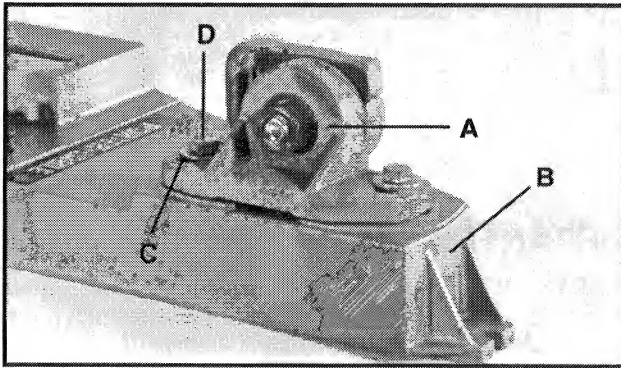

Fig. 2
1. Mettre le sous-ensemble de pivot (A) sur l'embase (B), Fig. 2, de manière à ce que le centre des trous oblongs dans la plaque de montage du sous-ensemble de pivot soient au-dessus du centre des trous oblongs dans l'embase.
2. Mettre les deux rondelles de $\frac{3}{8}$ po de dia. int. x 1 po de dia. ext. (C), Fig. 2, sur les deux boulons de $\frac{3}{8}$ po – 16 x 1½ po de long (D) et enfiler les deux boulons dans le sous-ensemble de pivot (A) et l'embase (B), comme indiqué. Visser les deux boulons dans les deux écrous carrés de $\frac{3}{8}$ po – 16 qui doivent être positionnés dans les rainures situées sous l'embase (B) en dessous des trous oblongs. Serrer légèrement les boulons (D), Fig. 2.